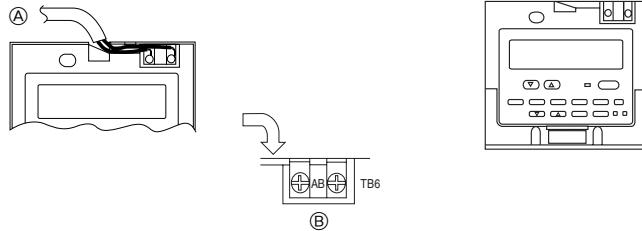

Fig. 9-4
2) Instruções de instalação (Fig. 9-4)
- ① Ligue o fio do controlo remoto ao bloco terminal.